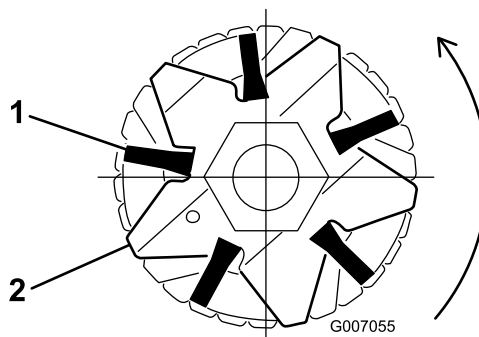
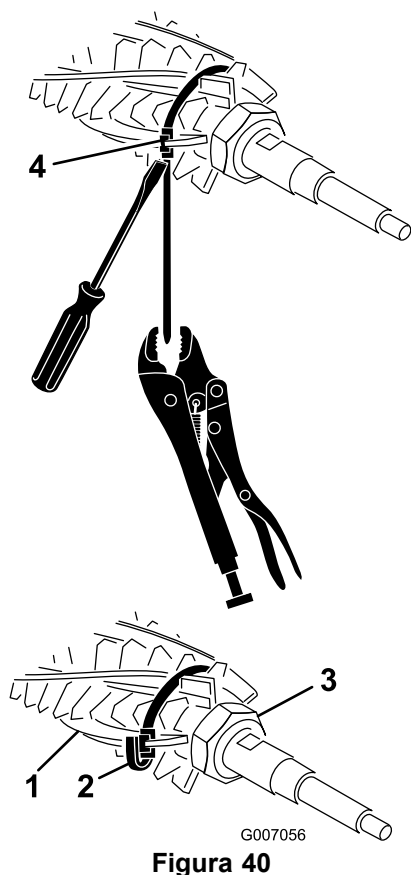

Figura 39
Figura 40
2. Verificate che le spazzole siano alloggiare nelle scanalature della lama grooming (Figura 39 e Figura 40).
3. Avvolgete le cinghie, senza tenderle, attorno all'albero del cilindro grooming e alle spazzole, come mostrato in Figura 40, inserendole nella scanalatura di queste ultime (Figura 39). Posizionate le spazzole in modo che le cinghie siano situate tra le seguenti lame 1-2, 14-15, 28-29 e 41-42.
della lama e serrate i dati di fissaggio della lama grooming (Figura 40).
4. Spingete il cacciavite sulla fibbia della cinghia, afferrando contemporaneamente la cinghia con una pinza di tenuta a morsetto e tirate le cinghie con decisione fino a inserirle nelle scanalature della spazzola (Figura 40).
5. Rifilate la cinghia a circa 1/4 di pollice dalla fibbia e piegate la cinghia in eccesso sulla fibbia stessa (Figura 40)